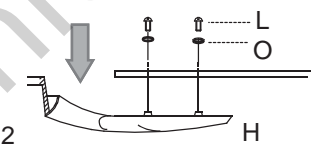

Fig. 2
2. Coloque el brazo para la paleta (H) debajo de la paleta (I). Asegúrelo con tornillos para la paleta (L) y arandelas para la paleta (O). No apriete los tornillos para la paleta (L) hasta que se haya introducido cada tornillo para la paleta (L). Luego apriete cada tornillo para la paleta (L) empezando con el de en medio. [Fig. 2] Repita esto con las demás paletas (I).